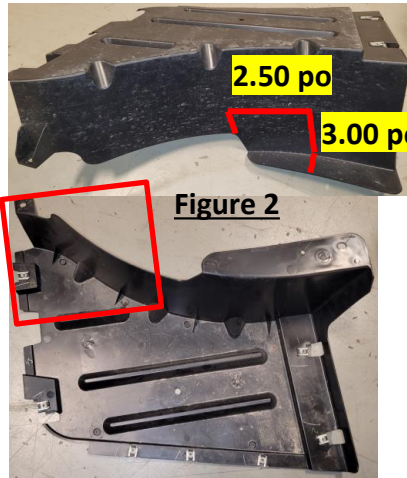

Figure 2
- Découper le panneau décoratif:** À l'aide d'une meule à rectifier, découper la zone illustrée à la **Figure 2**. Réinstaller le panneau décoratif à l'aide de six (6) vis et un (1) rivet retirés à l'étape 2.